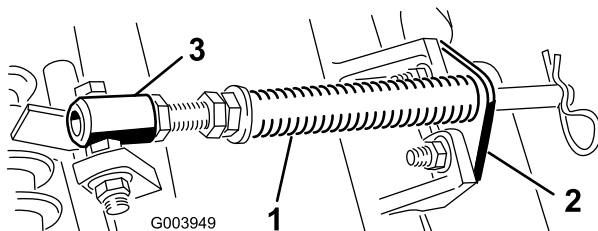

Рисунок 4
- A. Выверните два каретных болта и две гайки крепления кронштейна штока к выступам режущего блока (Рисунок 4).
B. Отверните фланцевую гайку, крепящую болт трубки пружины к выступу несущей рамы (Рисунок 4). Снимите этот узел.